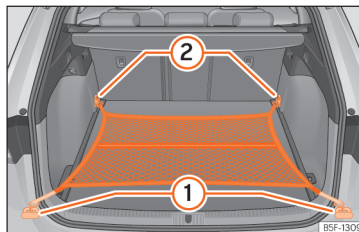

Abb. 190 Im Gepäckraum: flach eingehängtes Gepäckraumnetz.
- Hängen Sie die Haken in die Verzurrösen ein » » (Abb. 190) (1) und (2) » » ⚠️. Der Reißverschluss des Gepäckraumnetzes muss dabei nach oben zeigen.